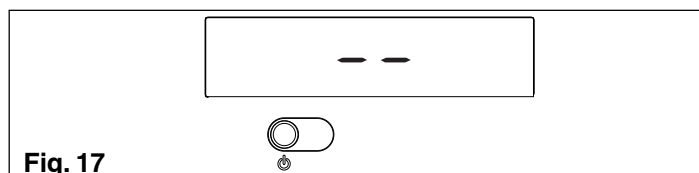
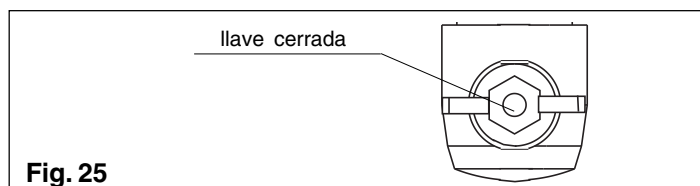

Fig. 17
Fig. 25
- ⚠ La caldera se vuelve a encender en el estado en que estaba antes del apagado: si la caldera estaba en invierno confort cuando se apagó, se volverá a encender en invierno confort; si estaba en estado OFF, el visor digital visualizará en la zona central dos segmentos (fig. 17). Pulsar la tecla para activar el funcionamiento.
En caso de breves ausencias pulsar la tecla  para apagar la caldera. El visor digital visualizará en la zona central dos segmentos (fig. 17). De este modo dejando activas la alimentación eléctrica y la alimentación del gas, la caldera está protegida por los sistemas:
En caso de ausencias prolongadas pulsar la tecla  para apagar la caldera (fig. 17). El visor digital visualizará en la zona central dos segmentos. Posicionar el interruptor general de la instalación en “apagado”. Luego cerrar la llave del gas situado debajo de la caldera, girando en el sentido de las agujas del reloj (fig. 25).